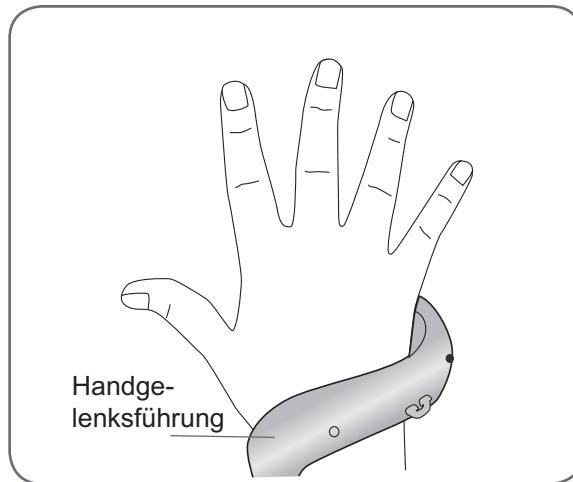

Abbildung 8-10: Positionieren der Handgelenksführung
2. Legen Sie die Handgelenksführung der Orthese so auf die Rückseite Ihres Handgelenks, dass sie bequem sitzt (siehe Abbildung 8-10).